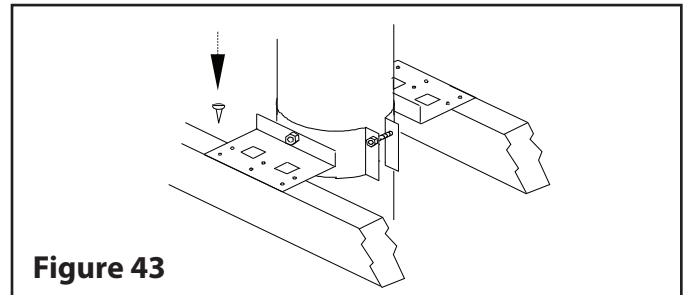

Figure 43
Étape 2. Glissez le support de toit assemblé vers le bas par-dessus la cheminée en acier inoxydable jusqu'à ce que ses supports reposent sur le toit ou le plancher. Serrez le collier autour de la cheminée (**Voir Figure 43**).
Étape 3. Centrez la cheminée et fixez le support au toit ou au plancher à l'aide de (8) clous de 2 1/2 po ou de (8) vis à bois n° 8 de 1 1/4 po (**Voir Figure 43**).